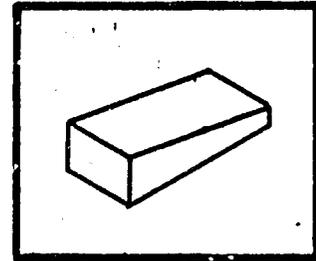

FIG. 20 - Effilage latéral
8. **Effilage latéral** (voir Figure 20). D'abord bouger la lame-guide vers l'extérieur sur le côté le plus épais; puis bouger l'autre guide vers l'intérieur (voir Figure 1). Les guides doivent être maintenus parallèles. Déplacer les 2 sommets et les fonds des deux lames guides de la même distance.